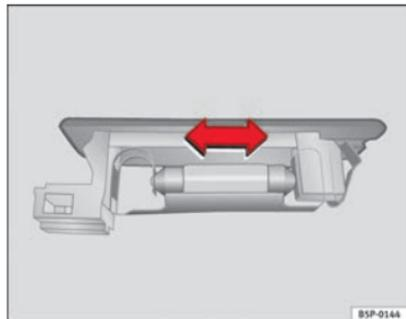

Fig. 167 Éclairage du coffre à bagages
- Appuyez sur l'ampoule latéralement et retirez-la du logement ⇒ fig. 167.